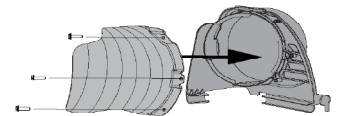

Figura 15
1. Sujete el Soporte de canal superior al deflector del canal usando los tres tornillos proporcionados en el paquete de herrajes 689-02299. Consulte la Figura 15.